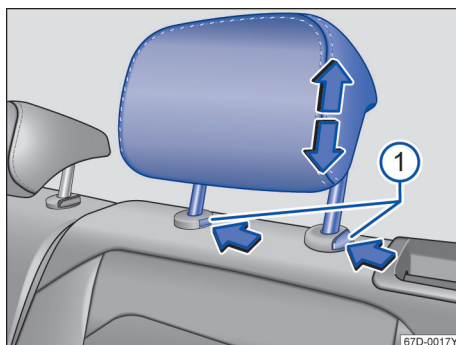

图 61 拆卸和安装后排头枕
- 用手同时按压按钮 → 图 61①，另一人将头枕完全拔出。
- 按住按钮 → 图 61① 向下移动头枕。